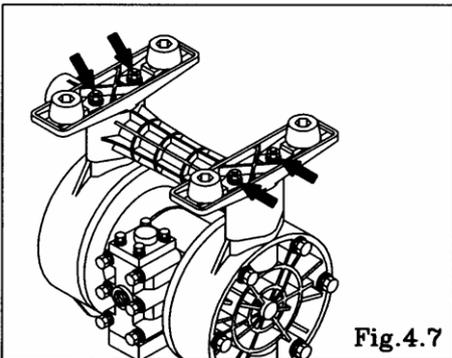

Fig.4.7
- Invierta el conjunto del cuerpo principal. [Fig. 4.7]
- Extraiga el tirante y retire la base y el colector de entrada. [Fig. 4.7]